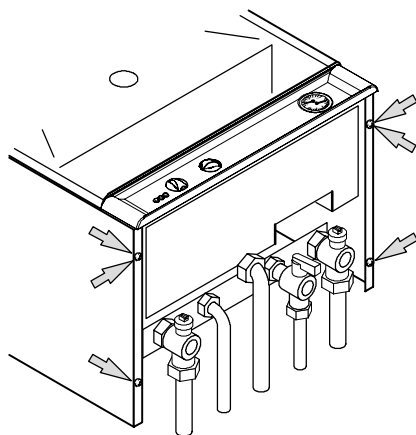

Fig. 5.17
- Desenrosque los tornillos indicados en Fig. 5.17.